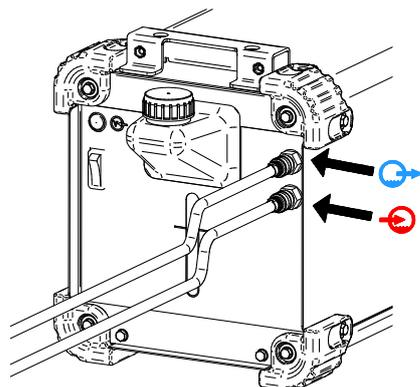

Figure 7.
- Branchez les flexibles du refroidisseur liquide aux prises d'entrée [5] et de sortie [4] du refroidisseur (Figure 7).
- Branchez les flexibles du refroidisseur liquide (Figure 7).